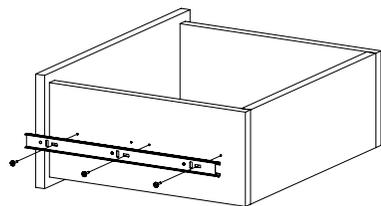

Рис.10
9. Закрепите внутренние планки направляющих на деталях 6 и 7 шурупами 3,5х16 (Рис. 10).